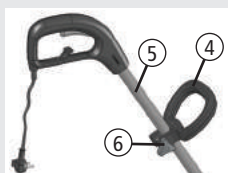

Fig. 02
Encaixe a alça (4) no braço metálico (5) e regule para a posição mais cômoda de trabalho, fixando-o com o manípulo (6), [Fig. 02].